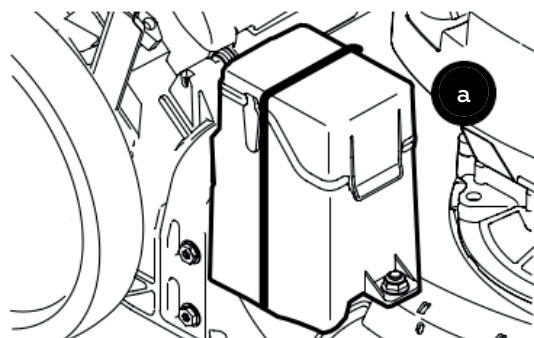

Рис. 16
**ПОМНИТЕ:** удалите фиксирующий трос (а), установленный вокруг кожуха аккумуляторной батареи. Фиксирующий трос используется только при транспортировке (рис. 16).